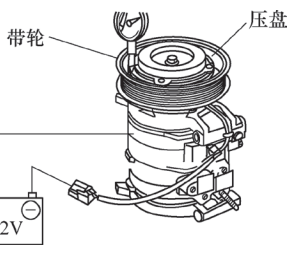

图 5-153 用百分表测量带轮与压盘之间的间隙
3) 如图 5-153 所示，用百分表测量带轮与压盘之间的间隙。将百分表归零，然后给压缩机离合器施加蓄电池电压。在施加电压时，测量压盘的位移。如果间隙不在规定极限范围内，需要使用调整垫片进行调整。标准间隙为 0.35 ~ 0.6mm。